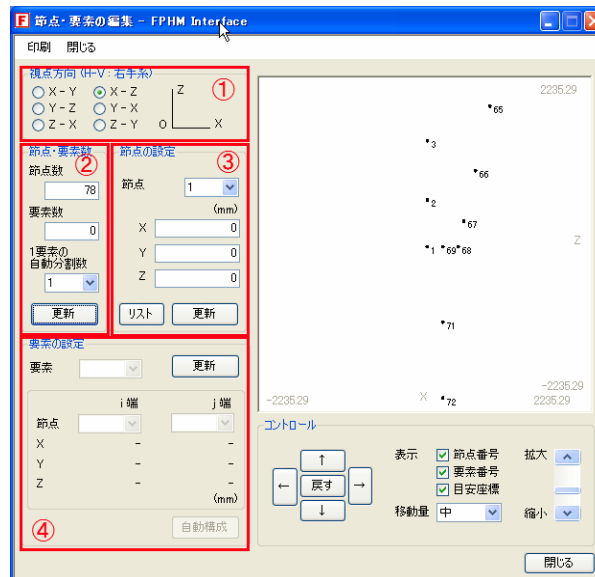

図 14. 節点・要素の編集およびモデル描画面
まず、メインメニュー(p. 6)から「節点・要素」をクリックし、図 14 の編集ウィンドウを呼び出します。図 14 中の①～④の項目は、以下の説明に関連しています。
- (1) 図 14 ①「視点方向(H-V: 右手系)」の選択肢から、4. 座標取り込みの手順で保存した水平軸-鉛直軸方向(例では水平(X)-鉛直(Z))を選択します。右側のモデル画面に座標取り込み作業で取得したとおりに節点が並んでいるはずですが、モデル画面の下にあるコントロールで、モデルの表示域・倍率を変更できます。現在の表示域はモデル画面の下および右に表示された数値(mm)で示されていますので、おおよその目安にしてください。
- (2) 次に、図 14 ②「節点・要素数」の項目をチェックします。
- (3) 図 14 ③「節点の設定」には取得した節点の座標が表示されています。
(2)で要素数を設定した後、図 14 の ④「要素の設定」にある「要素」の番号を指定します。この状態で、下の「節点」コンボボックスから i 端・j 端の節点を設定し「更新」をクリックすると、指定した i 端および j 端からなる要素が完成しモデルも更新されます。(図 15。例では要素 1 を節点 1 と 2 で、要素 2 を節点 2 と 3 で構成)